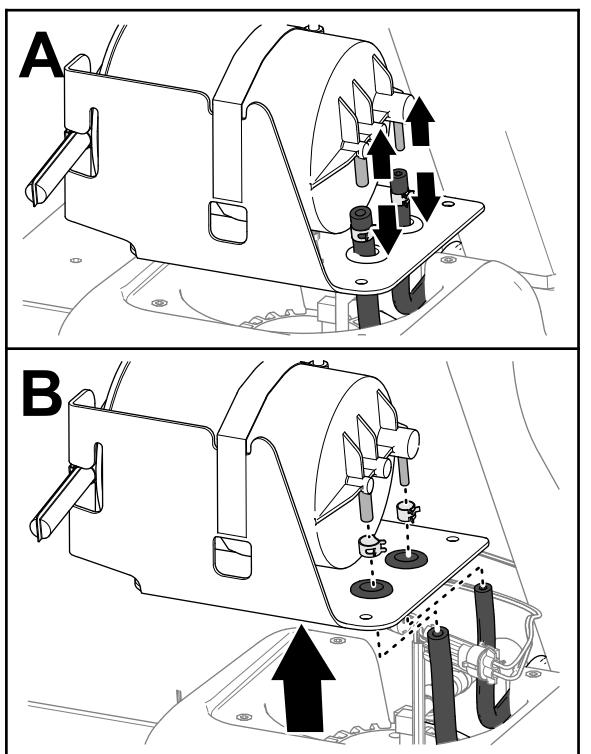

Bild 82
4. Schließen Sie die Schläuche vom Anschlussstück ab (Bild 82).
5. Nehmen Sie die Schlauchklemmen von den Schläuchen ab (Bild 82).
6. Nehmen Sie Aktivkohlefilter vom Kraftstofftank ab (Bild 82).